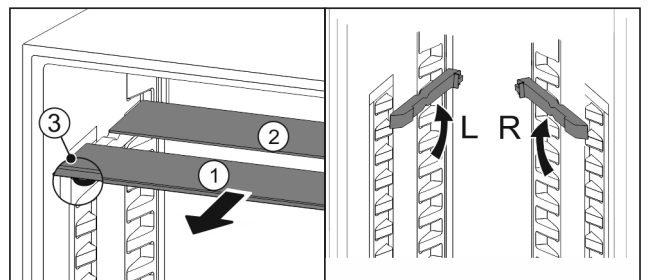

Fig. 85
- ▶ Extrageți Fig. 85 (1) pe rând plăcile de sticlă spre înainte.
- ▷ Placa de sticlă Fig. 85 (1) cu șipca decorativă se află în față.
- ▷ Opritoarele Fig. 85 (3) indică în jos. Aparat cu compartiment de congelare.\*